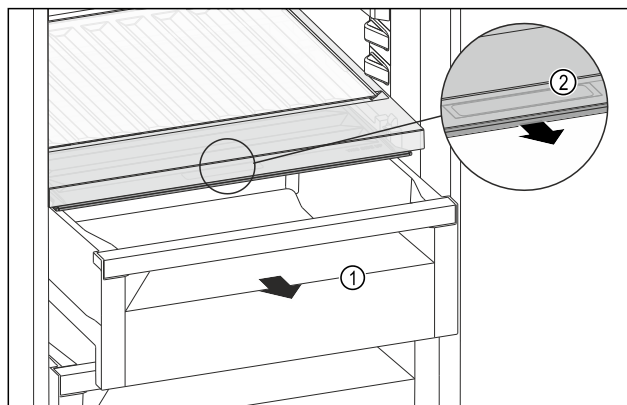

Fig. 217
- Extrageți sertarul Fig. 217 (1).
- Prindeți mânerul încastat Fig. 217 (2) de la capacul compartimentului și trageți concomitent capacul compartimentului spre partea frontală.